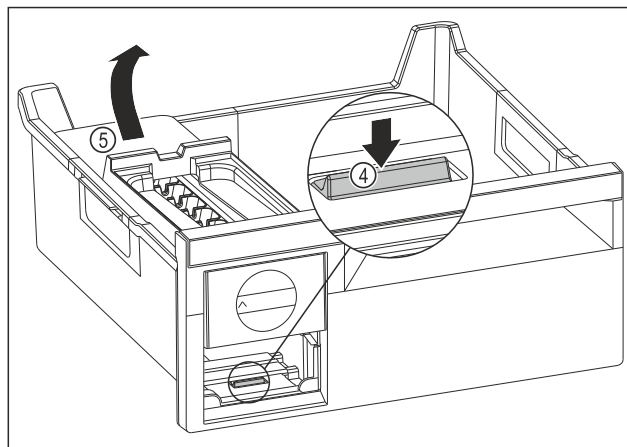

Fig. 242
- EasyTwist-Ice-corpus wegnemen: Strip Fig. 242 (4) met uw vinger omlaag drukken en gelijktijdig met de andere hand de EasyTwist-Ice-corpus Fig. 242 (5) van achteren optillen.